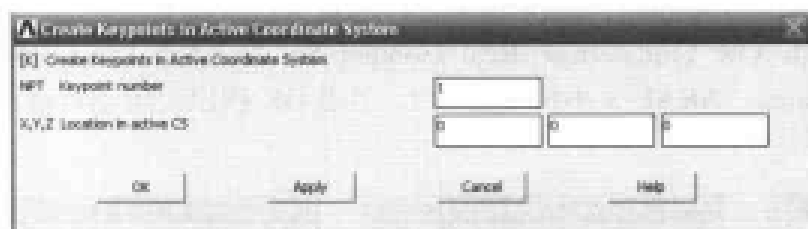

图 9-65 创建关键点对话框
(1) 选择 Main Menu | Preprocessor | Modeling | Create | Keypoints | In Active CS 命令，出现 Create Keypoints in Active Coordinate System 对话框，在文本框中分别输入关键点编号 1 和关键点坐标 0、0、0，如图 9-65 所示，单击 OK 按钮关闭该对话框。